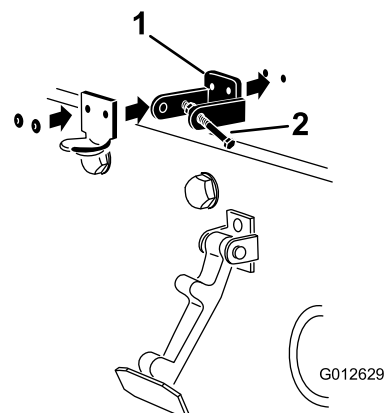

Figura 13
3. Alineando los taladros de montaje, coloque el cierre de seguridad para CE y el cerradero sobre el capó. El cierre de seguridad debe estar en contacto directo con el capó (Figura 13). No retire el conjunto de perno y tuerca del brazo del cierre de seguridad.
5. Remache el seguro de cierre, el cerradero y las arandelas al capó (Figura 13).